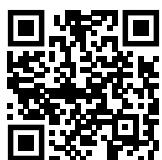

Fig. 62
- Отворете Liebherr SmartMonitoring Dashboard. (виж Fig. 62)